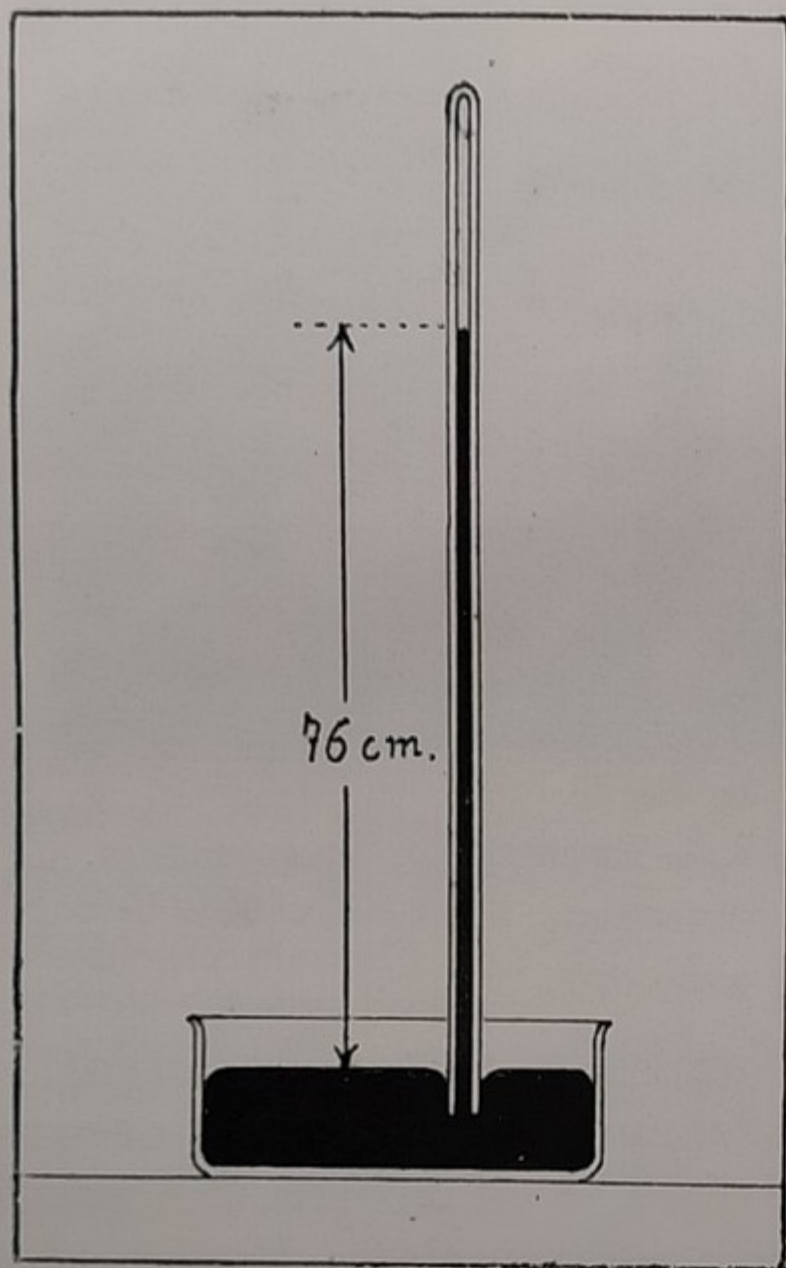

Fig. 69. — ESPERIENZA DI TORRICELLI.
55. L'esperienza di Torricelli. — *Evangelista Torricelli*, contemporaneo di Galileo, volendo spiegare perchè l'acqua non sale, in un tubo in cui è fatto il vuoto, che all'altezza di circa 10 m., prese un tubo di vetro chiuso ad una estremità e lungo circa 80 cm. e lo riempì accuratamente di mercurio. Chiuse poi il tubo con un dito e lo capovolse su di una vaschetta di mercurio, in modo che l'orlo inferiore del tubo restasse immerso nel liquido. Togliendo quindi il dito, non tutto il mercurio scese nella vaschetta (fig. 69); egli osservò che, qualunque siano il diametro e la forma del tubo, *la parte del liquido che resta sollevata nel tubo raggiunge l'altezza di circa 76 centimetri* rispetto al livello della vaschetta.